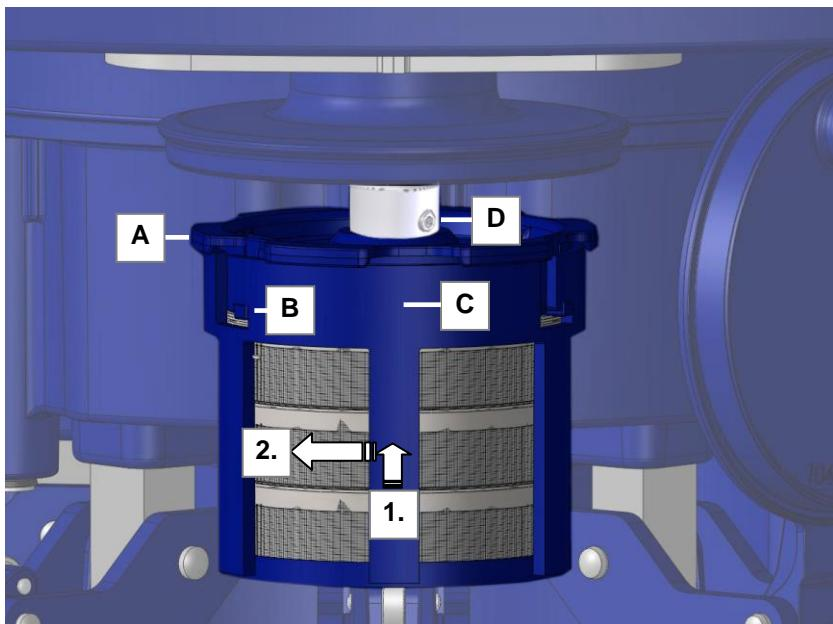

Fig. 6.2.1. Cesta de limpieza enganchada
La cesta de limpieza se une mediante el portacestas (*Fig. 6.2.1.C.*) por medio del cierre de bayoneta a través del alojamiento (*Fig. 6.2.1.A.*) a la máquina de limpieza.
Sujete el alojamiento (*Fig. 6.2.1.C.*) con una mano y presione primero la cesta de limpieza ligeramente hacia arriba (*Fig. 6.2.1.-1.*) y después, gírela en sentido contrario a las agujas del reloj (*Fig. 6.2.1.-2.*) para extraerla de los dispositivos de retención (*Fig. 6.2.1.B.*).
- A** **Alojamiento** para la cesta de limpieza y el portamecanismos. Durante la extracción de la cesta de limpieza, el alojamiento permanece atornillado al eje de accionamiento mediante el perno roscado (*Fig. 6.2.1.D.*).
Vuelva a fijar la cesta de limpieza en el alojamiento de la máquina de limpieza (*Fig. 6.2.1.A.*).
Asegúrese de que la cesta de limpieza esté correctamente sujetada en el dispositivo de retención (*Fig. 6.2.1.B.*).
Asegúrese de que el soporte esté correctamente atornillado a los ejes de accionamiento (*Fig. 6.2.1.D.*).